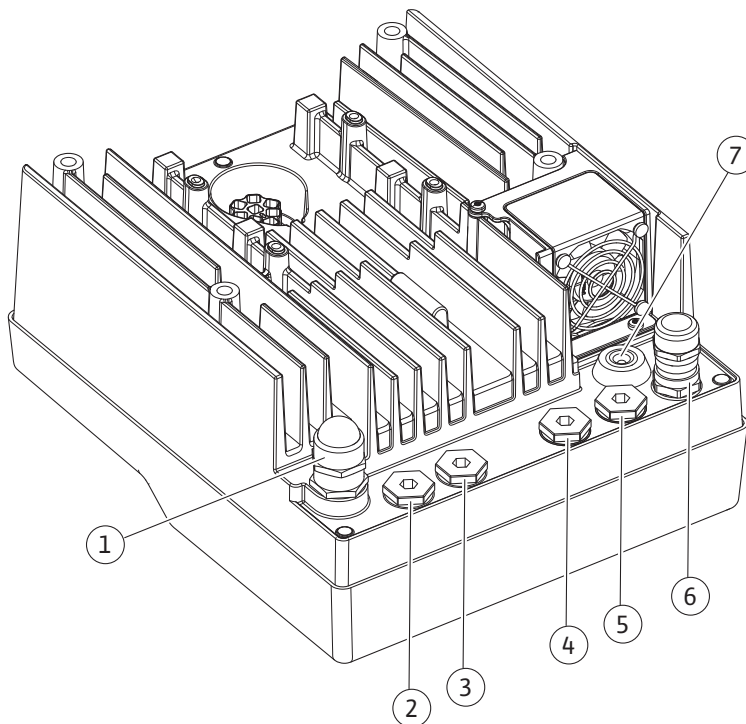

Fig. 10: Kaabli keermesühendused / kaabliühendused
- CIF-moodul hooneautomaatikaga (siinikommunikatsioon): Varjestus ühendatakse kaabli läbiviiguga elektroonikamoodulile (Fig. 10).
4. Viige ühenduskaabel läbi kaabli keermesühenduse M25 (Fig. 10, pos. 1). Keerake kaabli keermesühendus kinni etteantud pingutusmomendiga.